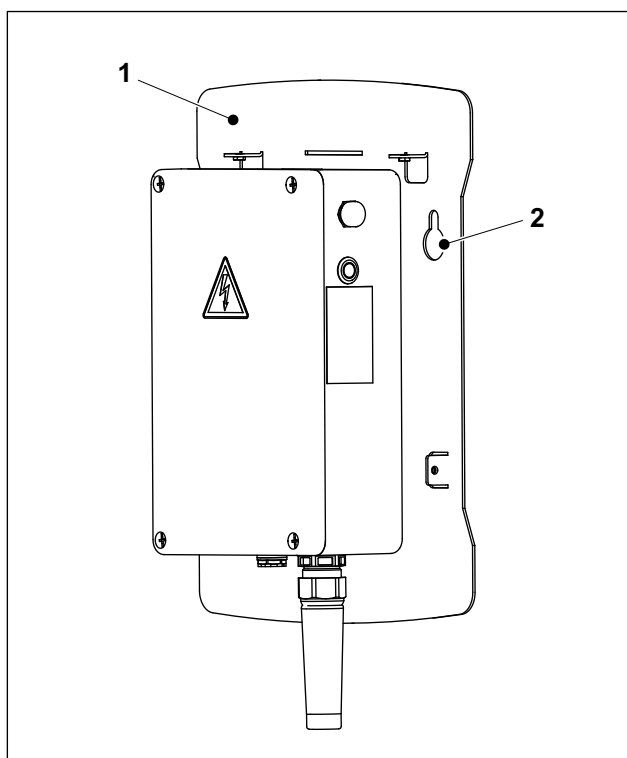
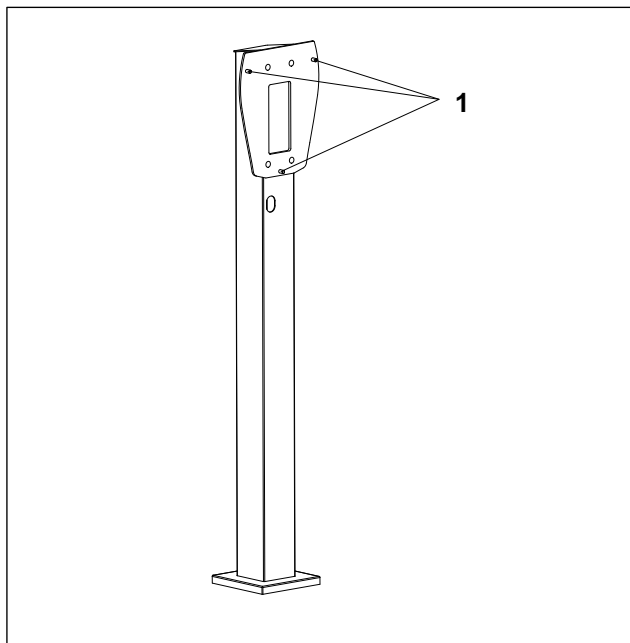

Abb. 2 Wallbox basicEVO, Anschraubplatte
Abb. 3 Stele mit drei Anschraubpunkten
4. Anschraubplatte (Abb. 2/1) der Wallbox in die zwei Befestigungsschrauben einhängen (Langlöcher Abb. 2/2).
1. Anschraubplatte der Wallbox (Abb. 2/1) in die drei Stehbolzen der Stele (Abb. 3/1) einhängen.
2. Die drei Muttern (Beipack Stele) auf die Stehbolzen (Abb. 3/1) aufschrauben und festziehen (ca. 12 Nm).